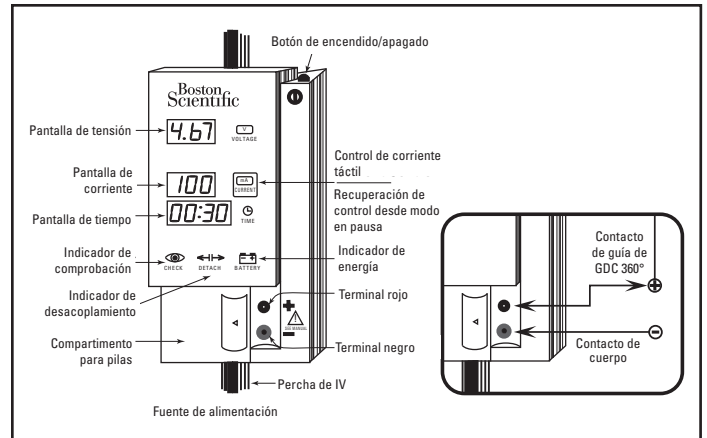

Figura 5. Fuente de alimentación de la espiral desmontable
- g. Pulse el botón de encendido y apagado situado en la parte superior derecha de la fuente de alimentación (Figura 5). Se iluminarán todas las pantallas y el sistema realizará una autocomprobación.